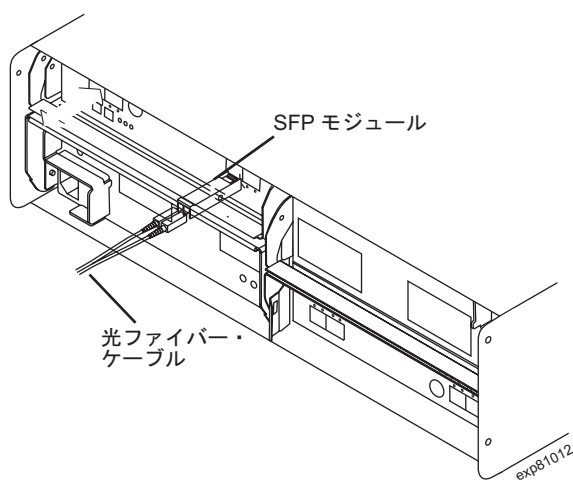

図 70. ストレージ拡張エンクロージャへの SFP モジュールの取り付けと LC-LC ケーブルの接続
2. 116 ページの図 70 に示すように、SFP モジュールに LC-LC 光ファイバー・ケーブルを接続します。
SFP モジュールをストレージ拡張エンクロージャ背面の SFP ポートに取り付けます。次に、図 70 に示すように、LC-LC ケーブルのもう一方の端を SFP モジュールに接続します。